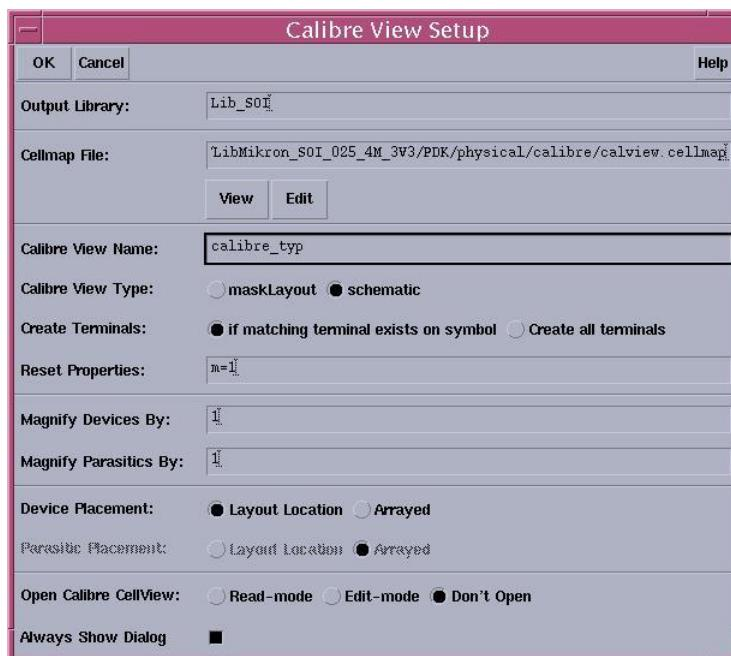

Рис. 9.13. Форма для указания параметров экстрагированного представления ячейки.
- 7) После окончания экстракции автоматически появится окно “Calibre View Setup”, в котором необходимо задать путь к файлу трансляции cellmap.calview, название экстрагированного представления ячейки (“calibre\_typ”) и другие настройки (рис. 9.13).